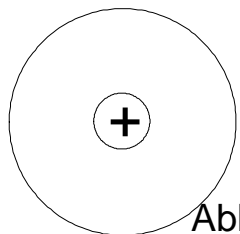

Abb.6
- Umstecken des Jumpers unterhalb des Quarzes (siehe Abb. 6)